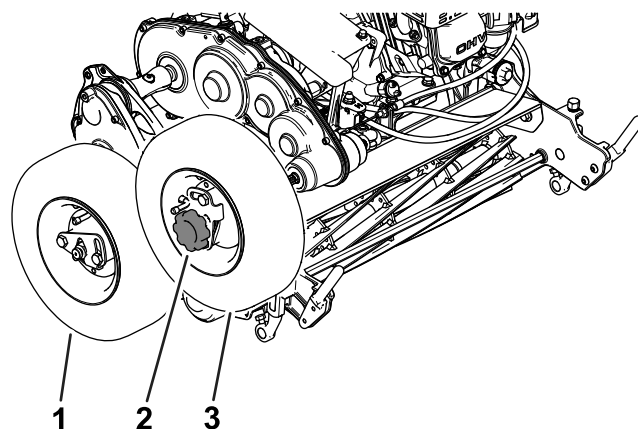

Figura 11
3. Instale as rodas de transporte no eixo da roda direita e no terminal da transmissão; consulte Figura 11.
5. Instale o manípulo por cima da roda no terminal da transmissão (Figura 11).